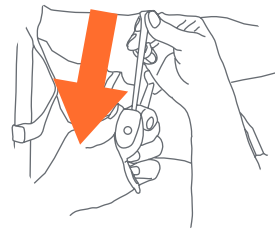
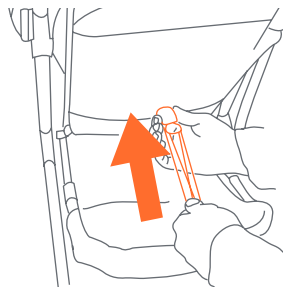

Fig. 9a
Fig. 9b
- 9)** • Pour incliner le siège, desserrer la sangle et ajuster à l'inclinaison désirée (Fig. 9a). Pour placer le dossier du siège dans une position verticale, appuyer sur l'arrière du siège d'une main tout en tirant sur la sangle avec l'autre (Fig. 9b).